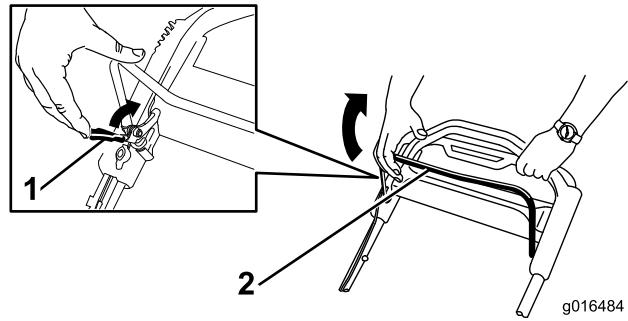

Figure 21
1. Ramenez le verrou de la barre de commande des lames vers la barre de commande des lames (Figure 21).
2. Serrez lentement la barre de commande des lames contre le guidon (Figure 21).